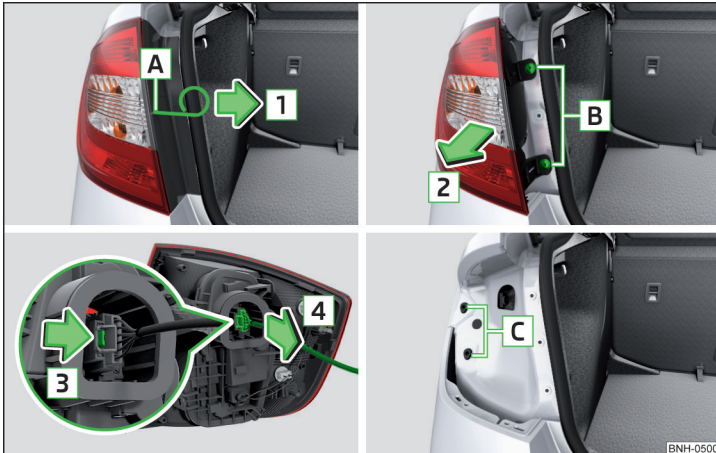
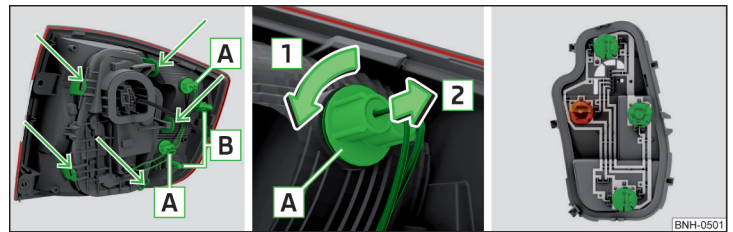

Abb. 187 Leuchte ausbauen / Stecker abziehen
Abb. 188 Äußerer Teil der Leuchte / Innerer Teil der Leuchte
- In die Öffnung **A** » Abb. 187 den Bügel zum Abziehen der Radvollblenden » Seite 163, Bordwerkzeug einführen.
- Die Leuchte mit den Zapfen **B** » Abb. 188 auf Seite 184 in die Aufnahmen **C** » Abb. 187 in der Karosserie einsetzen.
- Die Lampenfassung **A** » Abb. 188 in Pfeilrichtung **1** drehen und in Pfeilrichtung **2** aus dem Leuchtengehäuse herausnehmen.
- Den Lampenhalter in mit Pfeilen gekennzeichneten Bereichen entriegeln » Abb. 188 und den Lampenhalter aus der Leuchte herausnehmen.